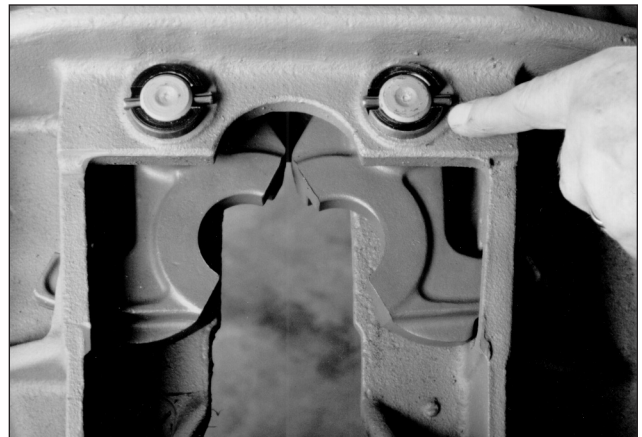

FIGURA 2
3. Oriente los agujeros en los pasadores de cierre (Item 2) como se muestra en la Figura 2 (para la inserción de pasadores de chaveta o de rodillo) y pase los pasadores de cierre a través de la chapa superior y agujeros del pasador (A) en las bocas de cerrojo hasta que las cabezas de los pasadores queden a ras con la chapa superior.
5. Si la chapa superior está equipada con bujes de pasadores de cierre (Items 30 y 31), deberán usarse pasadores de rodillo (Item 32) en vez de pasadores de chaveta. (V. Figura 2)